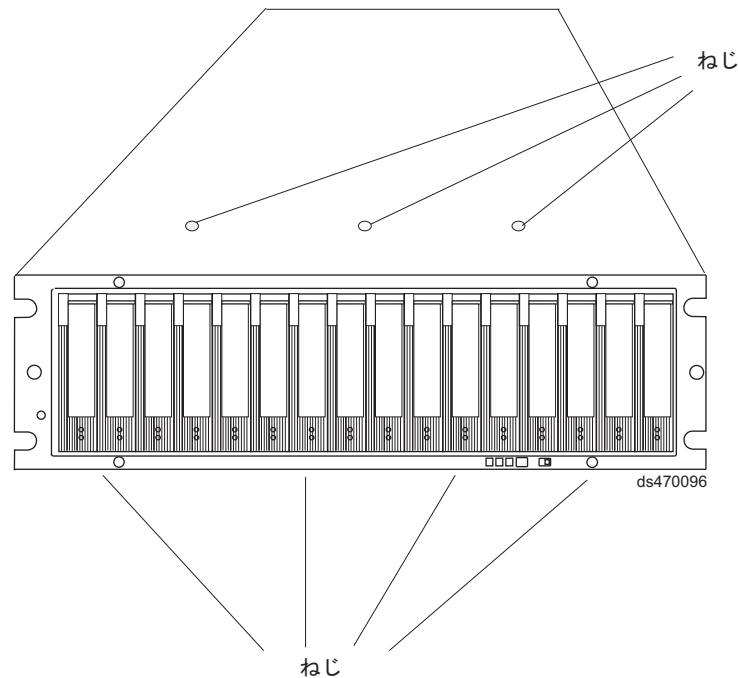

図 40. シャーシの上部および下部をフレームに対して保持するねじ
13. ラックの前面からシャーシを引き出して、ラックから取り外します。水平面に置きます。107 ページの図 40 に示すように、シャーシの上部に 3 つ、シャーシの下部に 4 つ並んでいるプラスねじを見つけます。#1 プラスねじ回しを使用して、この 7 つのプラスねじを外します。ねじを保管します。
18. 図 40 に示すように、前面ケージ・フレームを EXP520 シャーシに対して保持する 7 つのプラスねじ (ステップ 13 (106 ページ) で取り外したものの、上部 3 つ、下部 4 つ) を取り付けます。